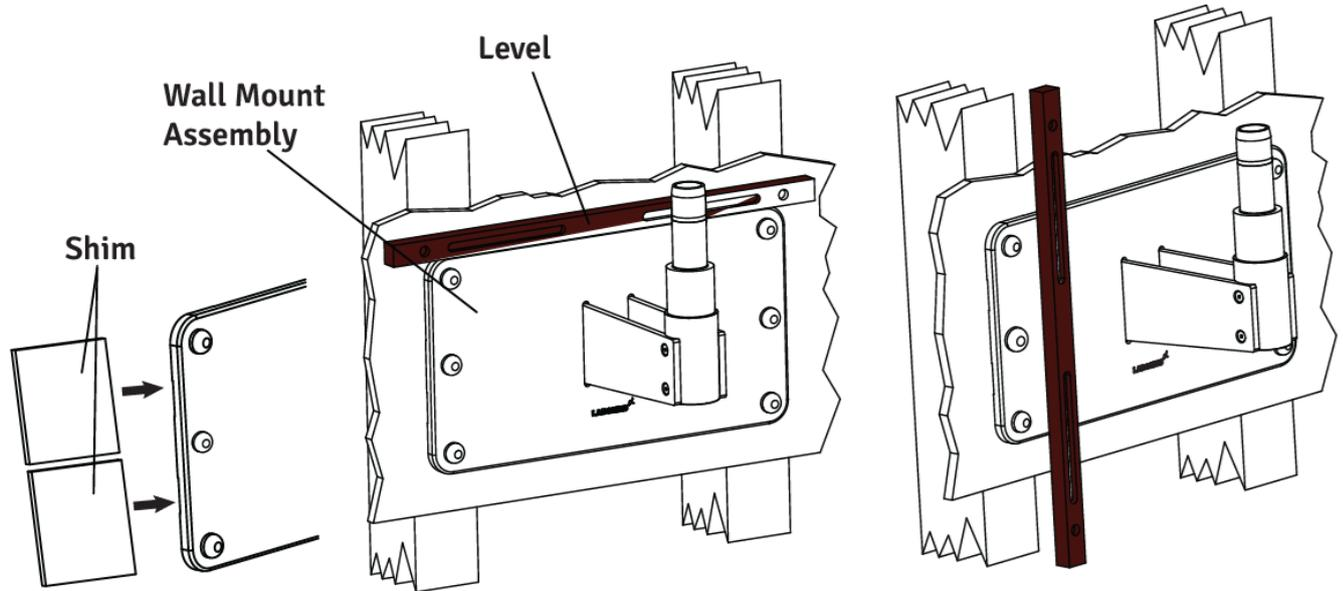

Figura 22
2. Coloque um nível na parte superior da placa traseira para verificar o nivelamento horizontal. Veja a Figura 22.
5. Coloque um nível verticalmente ao longo da face da montagem na parede, em ambos os lados, para garantir que ele esteja perpendicular ao chão. Veja a Figura 22.
6. Se o suporte de parede não for perpendicular, insira material de calço entre o suporte de parede e a parede ao lado dos parafusos de fixação Consulte a figura 22. Verifique com o nível e aperte os parafusos de fixação quando a montagem estiver nivelada.